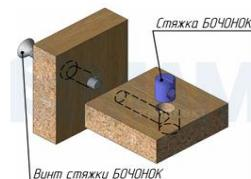
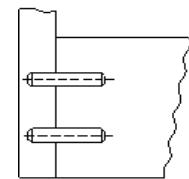

рис.2
рис.3
- Соединить царги поз.3 со спинками головной и ножной с помощью шкантов поз.13 (рис.3), винтов M6x60 поз.10 и стяжек поз.12 (рис.2).